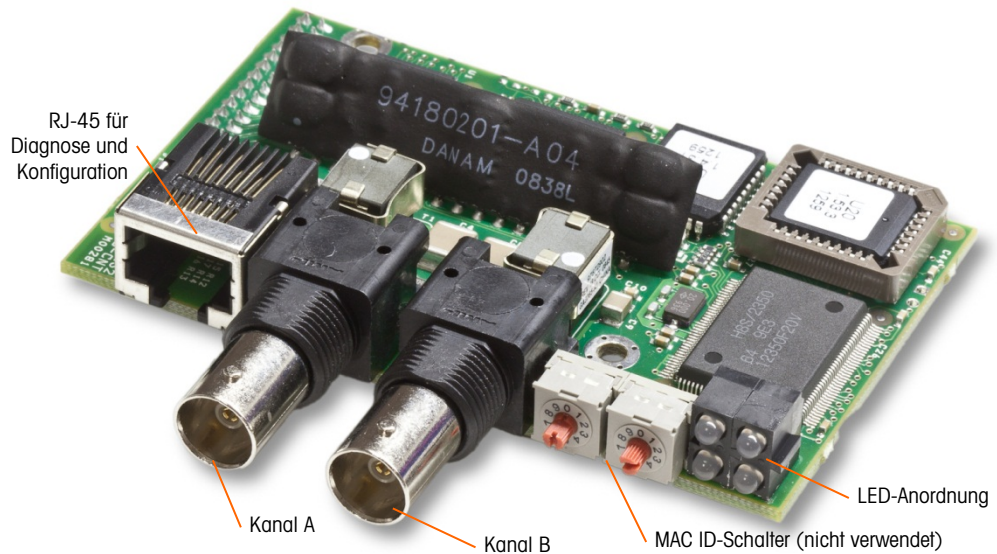
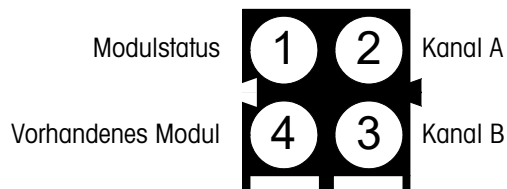

Abbildung 2-99: ControlNet PLC-Modulanschlüsse und Komponenten
Abbildung 2-100: ControlNet-Statusanzeige-LEDs
Das ControlNet PLC-Modul (Abbildung 2-99) wird über ein oder zwei Koaxialkabel mit dem ControlNet-Netzwerk verbunden (Abbildung 2-100). Kanal B ist mit Kanal A redundant und wird erst dann verwendet, wenn ControlNet kein Signal auf Kanal A erkennt. Beachten Sie, dass die Adresse des Moduls in der Software festgelegt ist und dass die MAC ID-Schalter, die in Abbildung 2-99 dargestellt sind, nicht verwendet werden.
- Es darf **kein** Ethernet-Kabel in den RJ-45-Steckanschluss eingesteckt werden (siehe Abbildung 2-99 links). Das IND780 kann ansonsten beschädigt werden. Abbildung 2-100 zeigt die Anordnung der Statusanzeige-LEDs auf der ControlNet-Karte (siehe auch Abbildung 2-99). Tabelle 2-15 erläutert die Bedeutung der Anzeigen.